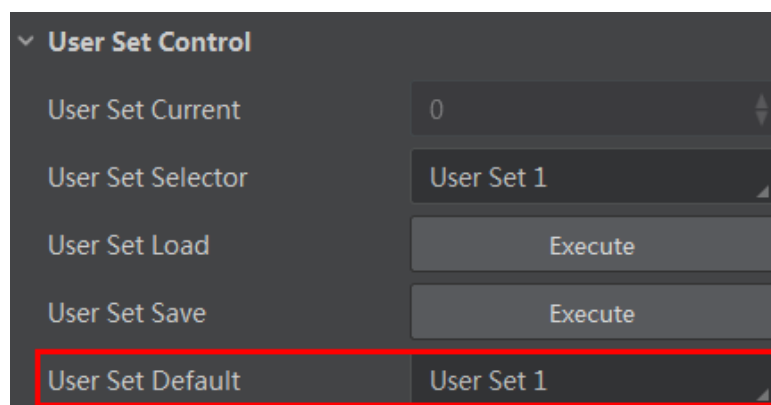

图7-11 设置默认启动参数
- 设置默认启动参数：通过 *User Set Default* 参数下拉选择需要设备上电默认启动的参数即可，如图 7-11 所示。